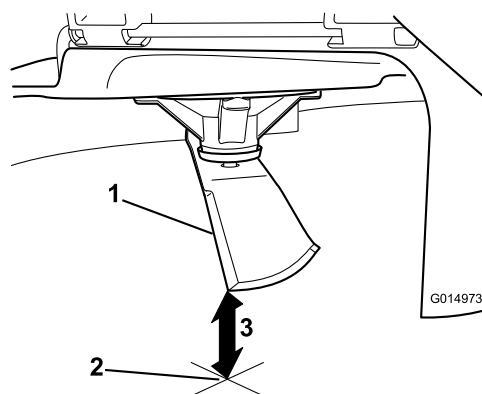

Figura 58
3. Misurate dalla punta della lama alla superficie piana (Figura 58).